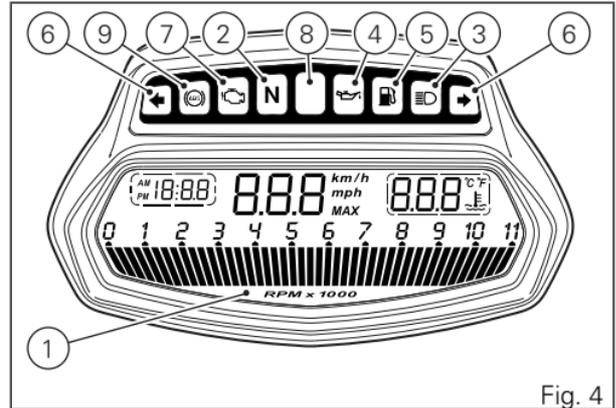

Fig. 4
10) ABS LIGHT  (AMBER YELLOW) (Fig. 4).